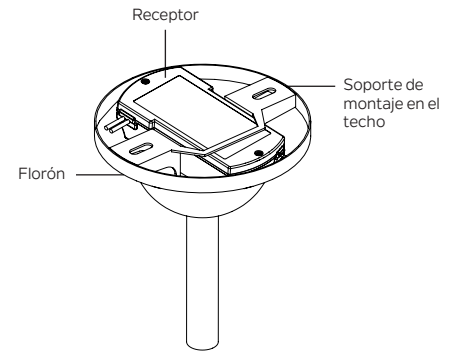

Figura 3
Paso 5. Una vez que se hayan realizado todas las conexiones, vuelva a instalar la cubierta en el soporte de montaje del techo. **(Figura 3)**